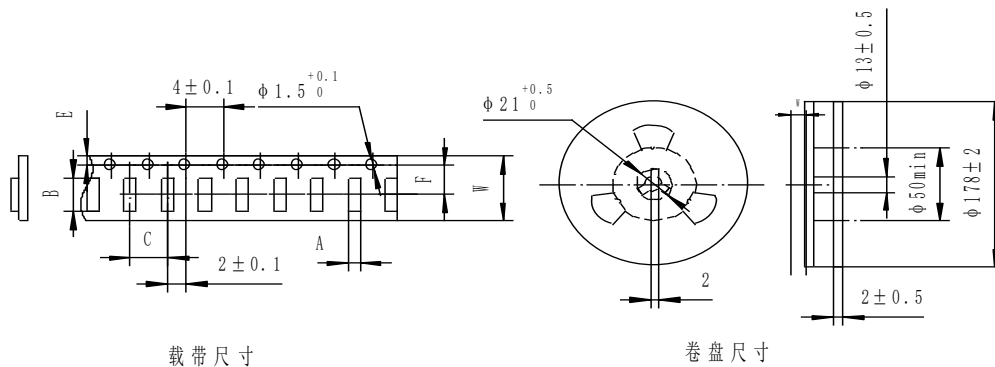
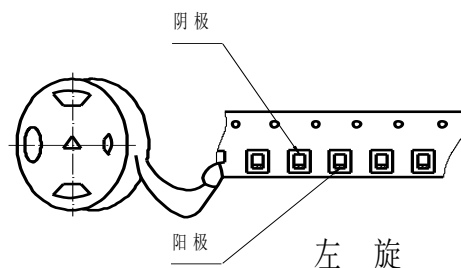

图 3 编带尺寸
图 4 编带卷绕方向
7.1 产品编带的尺寸及卷绕方向：见图 3、图 4、表 3。